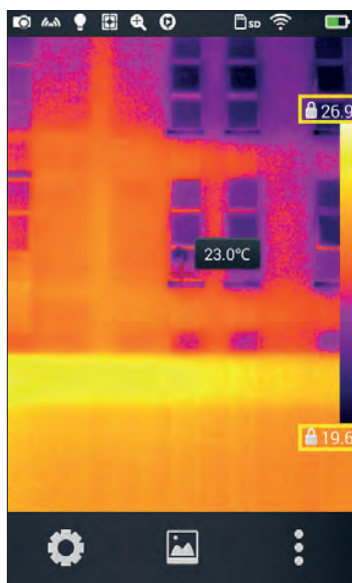

Fig.1
1. En la interfaz de imágenes en tiempo real, haga clic en el área de datos de temperatura en la parte superior o inferior de la paleta de colores (el área del cuadro amarillo como se muestra en la Fig. 1), para ingresar al “modo de atenuación manual” y bloquear los parámetros de atenuación (como se muestra en la Fig. 2).